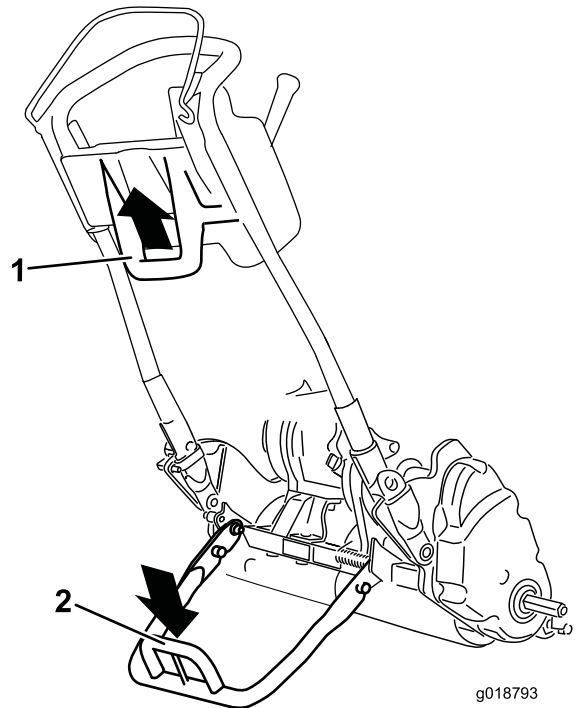

Bild 22
- Wenn Sie den Ständer zur Montage der Transporträder verwenden, senken Sie ihn auf den Boden ab, treten Sie auf den Ständerbügel und ziehen Sie den unteren, mittleren Holm gleichzeitig nach oben und hinten (Bild 22).